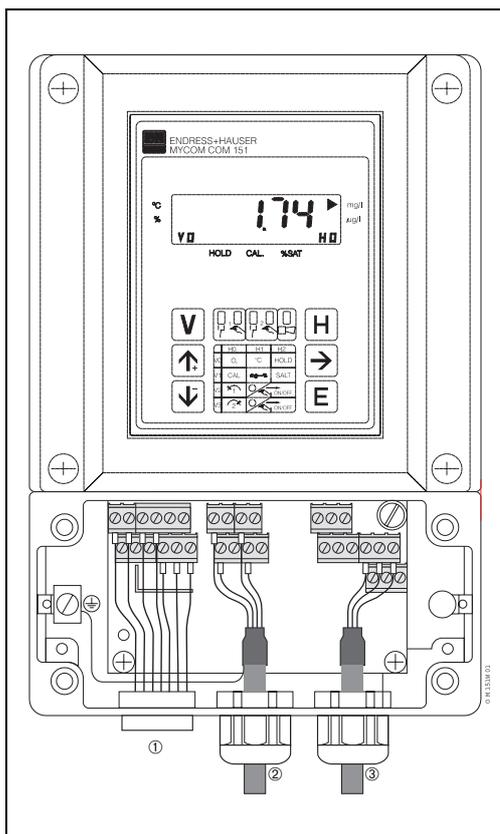

Рис. 4.10: MYCOM COM 151 с зажимами в отдельном клеммовом отсеке
Электрическое подключение всех проводов питания и сигнальных линий датчика производят на клеммовой колодке, размещенной в отдельном клеммовом отсеке (рис. 4.10). Для кислородного датчика имеется отдельное штепсельное гнездо.
- Пропустите подсоединяемые провода через кабельные вводы Pg (см. рис. 4.10).